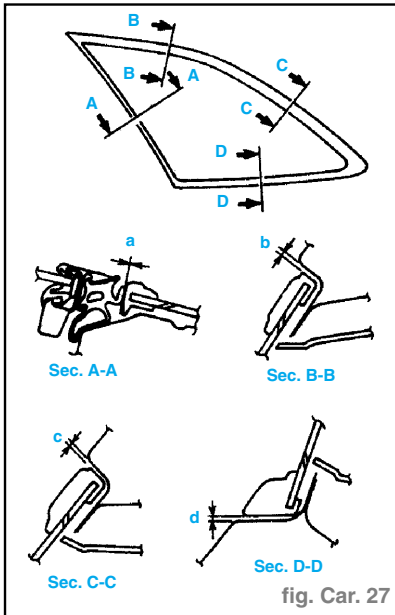

fig. Car. 27
- Vérifier le jeu comme suit. (fig. Car. 27)